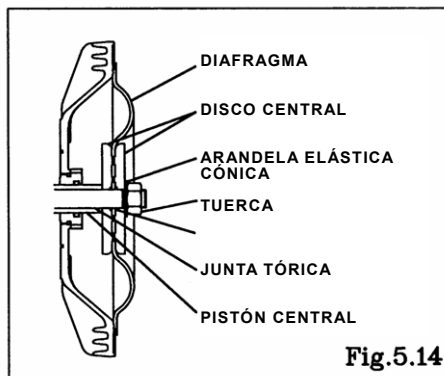

Fig.5.14
- Mantenga el lado convexo hacia fuera (consulte Fig. 5.14).
- Coloque las juntas tóricas a ambos lados del diafragma. (consulte Fig. 5.14)